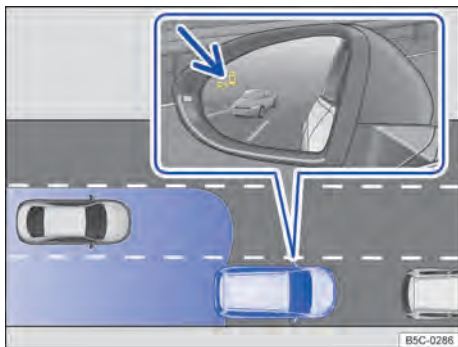
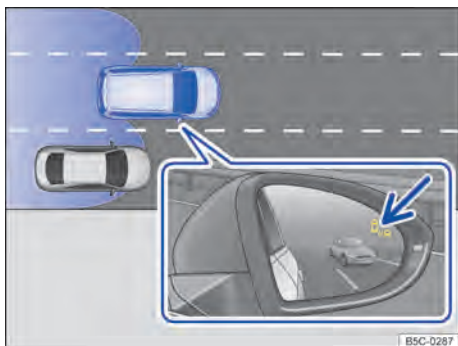

Fig. 130 Indicação do sensor de ponto cego no espelho retrovisor externo esquerdo ao ultrapassar com trânsito traseiro (representação esquemática).
Fig. 131 Indicação do sensor de ponto cego no espelho retrovisor externo direito ao ultrapassar e entrar na faixa de rodagem (representação esquemática).
Nas seguintes situações de trânsito, é indicado no espelho retrovisor externo → Fig. 130 (seta) ou → Fig. 131 (seta):
- Ao ser ultrapassado por outro veículo → Fig. 130.
- Ao ultrapassar outro veículo → Fig. 131 com até aproximadamente 10 km/h (6 mph) de diferença de velocidade. Em uma ultrapassagem nitidamente mais rápida, o indicador não é exibido.